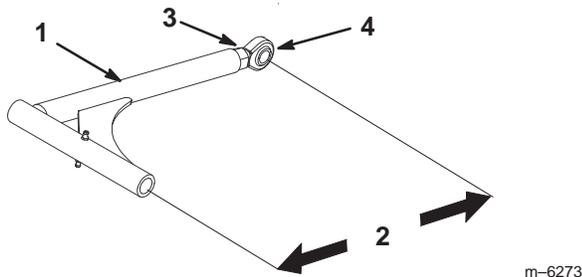

Bild 60
1. Zum Einstellen der Schubarme lockern Sie die Klemmmutter und drehen das Kugelgelenk jeweils um eine Drehung nach links (Bild 60).
2. Stellen Sie beide Seiten gleich ein. Jeder der Schubarme hat eine Nennlänge von 389 mm (Bild 60).